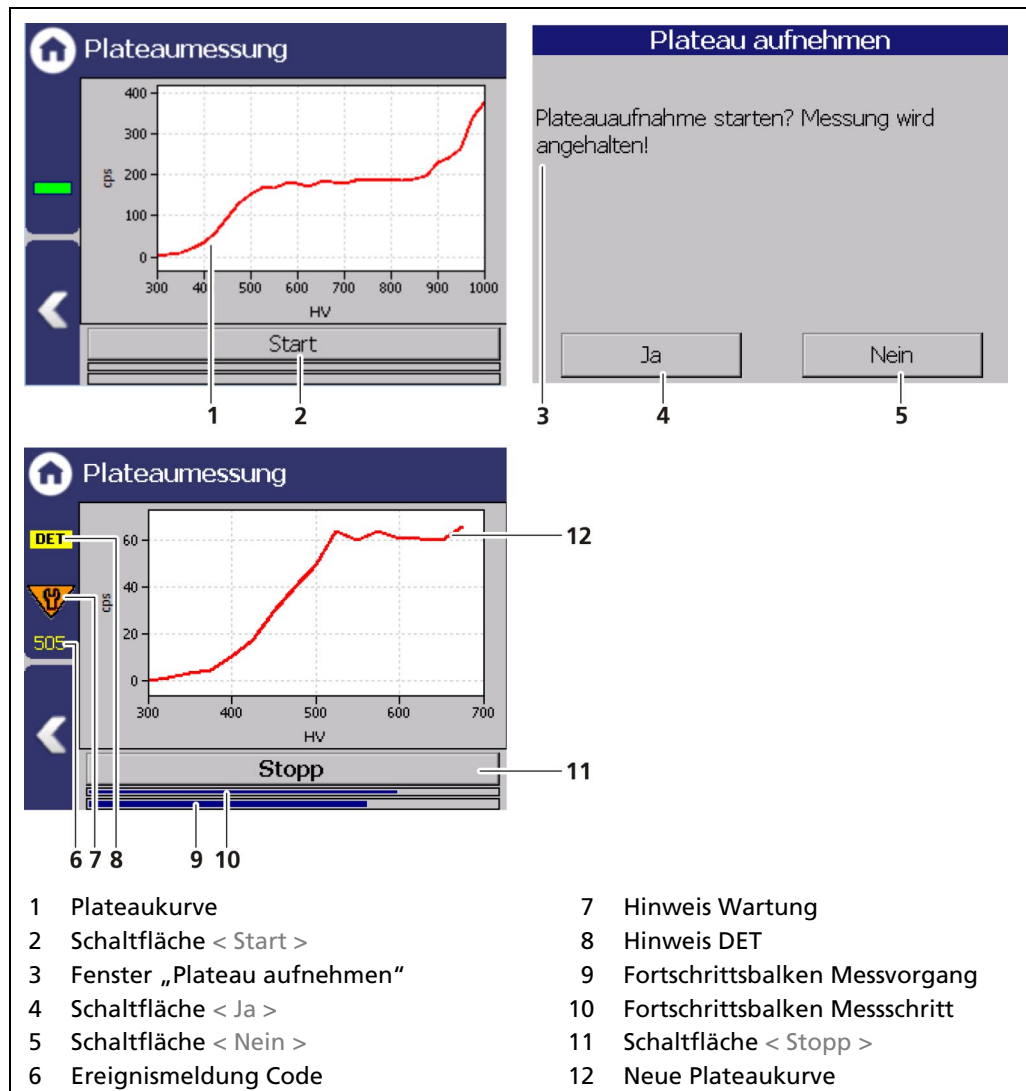

Abb. 60 Aufnahme einer Plateaukurve
1. Klicken Sie auf <Start> (Abb. 60, Pos.2) um eine Plateaumessung durchzuführen.
- ▶ Die Bestätigungsmeldung „Plateau aufnehmen“ (Abb. 60, Pos.3) öffnet sich.
2. Bestätigen Sie mit <Ja> (Abb. 60, Pos.4).
- ▶ Die AWE schaltet sich in den Modus „DET“ (Abb. 60, Pos.8) und die aktuelle Messung wird angehalten.
- ▶ In der Statusinformation werden während der Plateaumessung die Hinweise (Abb. 60, Pos.6 - 8) angezeigt. An der AWE blinkt während der Plateaumessung die LED Run. Gleichzeitig leuchtet die LED „Warning“.